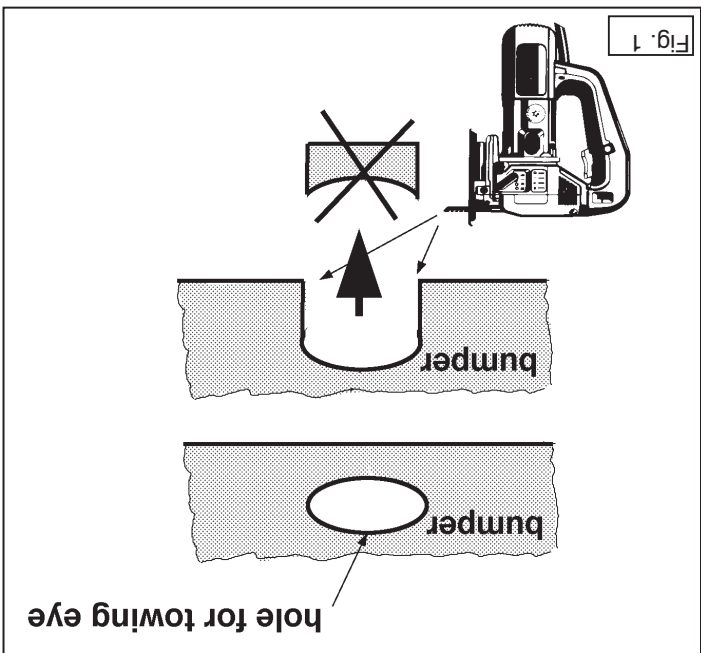

Fig. 1
1. Remove the floor mat and the spare wheel cover panel. Remove the side panels and the rear protective panel. Remove the towing/pulling eye. This will not be replaced. Release the petrol supply pipe from points D. Saw a section out of the bumper as shown in Figure 1.
1. Verwijder de vloermat en de beschermplaat van het reservewiel. Verwijder de zijpanelen en de achterbeschermplaat. Verwijder het sleep/sjoroo. Deze vervalt. Maak de benzine-leiding t.p.v. de punten D los. Zag overeenkomstig fig.1 een deel aan de onderzijde uit de bumper.
1. Wyjąć matę wygłuszającą, płytę chroniącą koło zapasowe. Zdemontować boczne ściany oraz ścianę tylną. Odkręcić uchwyt do holowania. Uchwyt ten nie będzie wykorzystywany. Przy punkcie B zlizować przewód benzynowy. Stosując się do rys.1 wyciąć od spodu w zderzaku pokazany element.
1. Bodenmatte und Schutzplatte vom Ersatzrad sowie die Seitenwände und die Schutzplatte der Rückwand abnehmen. Die Abschleppöse entfernen. Sie wird nicht mehr benötigt. Bei den Punkten D die Benzinleitung lösen. Gemäß Abb. 1 auf der Unterseite der Stoßstange einen Teil heraussägen.
1. Rimuovere il rivestimento dal fondo del bagagliaio ed il coperchio che protegge la ruota di scorta. Rimuovere il pannello laterale ed il pannello protettivo posteriore. Rimuovere l'occlusione di trascinamento. Essso non dovrà essere rimosso. Scollegare il tubo della benzina a livello dei punti D. Segare via una porzione dalla parte inferiore paraurti, come indicato in fig. 1.
2. Rimuovere il rivestimento dal fondo del bagagliaio ed il coperchio che protegge la ruota di scorta. Rimuovere il pannello laterale ed il pannello protettivo posteriore. Rimuovere l'occlusione di trascinamento. Essso non dovrà essere rimosso. Scollegare il tubo della benzina a livello dei punti D. Segare via una porzione dalla parte inferiore paraurti, come indicato in fig. 1.
* Segare via una porzione dalla parte inferiore paraurti, come indicato in fig. 1.